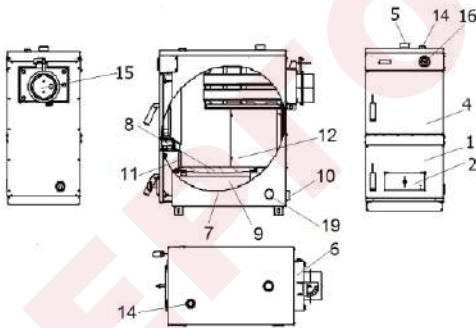

Рис.2.1 Котлы КС-Т-16Д, КС-Т-20Д
5.2.2 Котлы КС-Т-... (**рис.1.2**) состоят из топки 12 с жаровыми трубами. Вокруг топки имеется водяная рубашка 7. Через трубы, соединяющие водянную рубашку, циркулирует вода, что увеличивает площадь теплосъёма. Котлы КС-Т-...(**рис.2.1**) состоят из топки **12** с дымогарными трубами, а вокруг топки - водяная рубашка **7**.